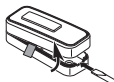

Figure 1
1. **Retirez la languette orange de la pile du bouton-poussoir.** Ôtez la partie arrière du boîtier en enfonçant la patte du bas au moyen d'un petit tournevis (voir la Figure 1). Retirez la languette orange.
- **Au moyen de vis** : Pour faire l'installation avec les vis, enlevez le dos du boîtier en poussant sur les agrafes de la base avec un tournevis (voir la Figure 1). *Remarque* : Enlevez les débris des trous de vis (au besoin) avant d'installer les vis. Fixez le dos du boîtier au chambranle ou au mur (voir la Figure 4). Enclenchez la partie avant de l'unité de bouton-poussoir en place.